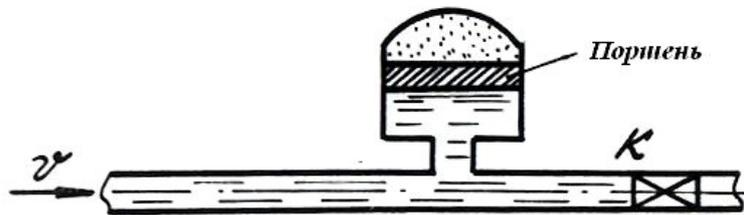

Рис. 6.2. Схема воздушного колпака
- в) при необходимости быстрого перекрытия использовать воздушный колпак (рис. 6.2), специальный гаситель удара и т.д.
При наличии перед краном K (см. рис. 6.2) воздушного колпака в момент перекрытия крана часть жидкости поступает в воздушный колпак и через поршень сжимает находящийся там воздух, поэтому скорость жидкости будет уменьшаться не мгновенно, а постепенно. При понижении давления воздух расширяется и вытесняет из колпака жидкость.